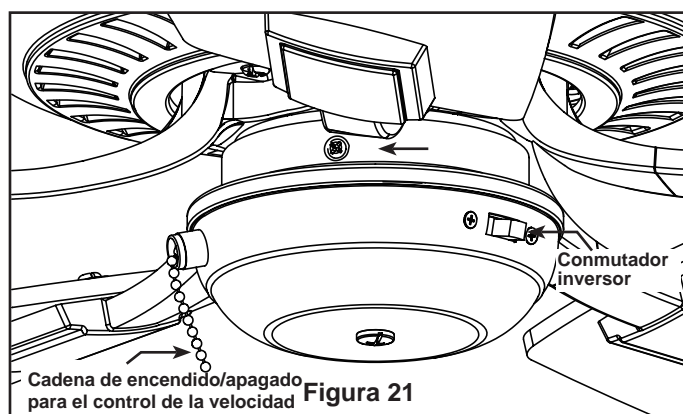

Figura 21
3. Si desea que el flujo de aire se desplace en la dirección opuesta, apague el ventilador y espere a que las aspas se detengan. Luego deslice el conmutador inversor a la posición contraria y vuelva a encender el ventilador. Su modelo de ventilador está equipado con un interruptor de cadena de 4 posiciones y 3 velocidades. (Figura 21)